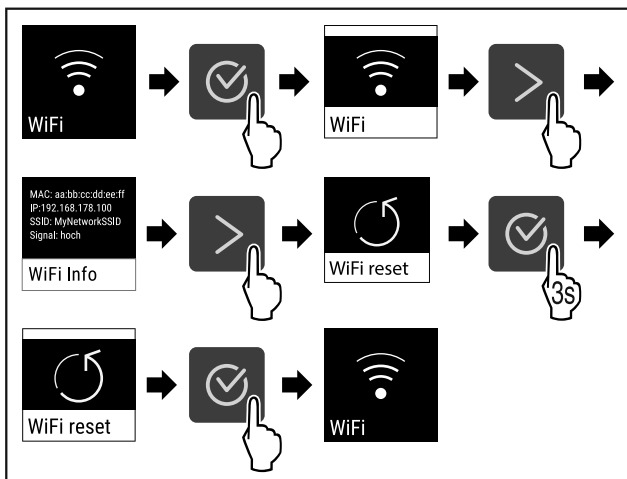

Fig. 88
- ▶ Stappen (zie Fig. 88) uitvoeren.